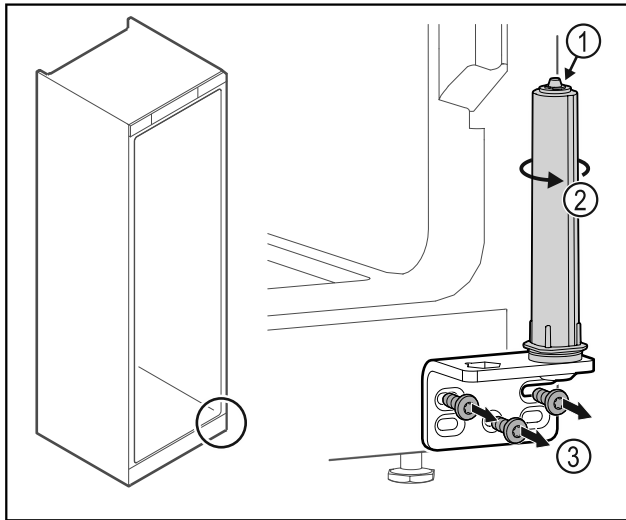

Fig. 37
- ▶ Не розбирати систему закриття дверей Fig. 37 (1).
- ▶ Повертати систему закриття Fig. 37 (2) до кляцання.
- ▶ Відкрутити шарнірний кутик Fig. 37 (3).